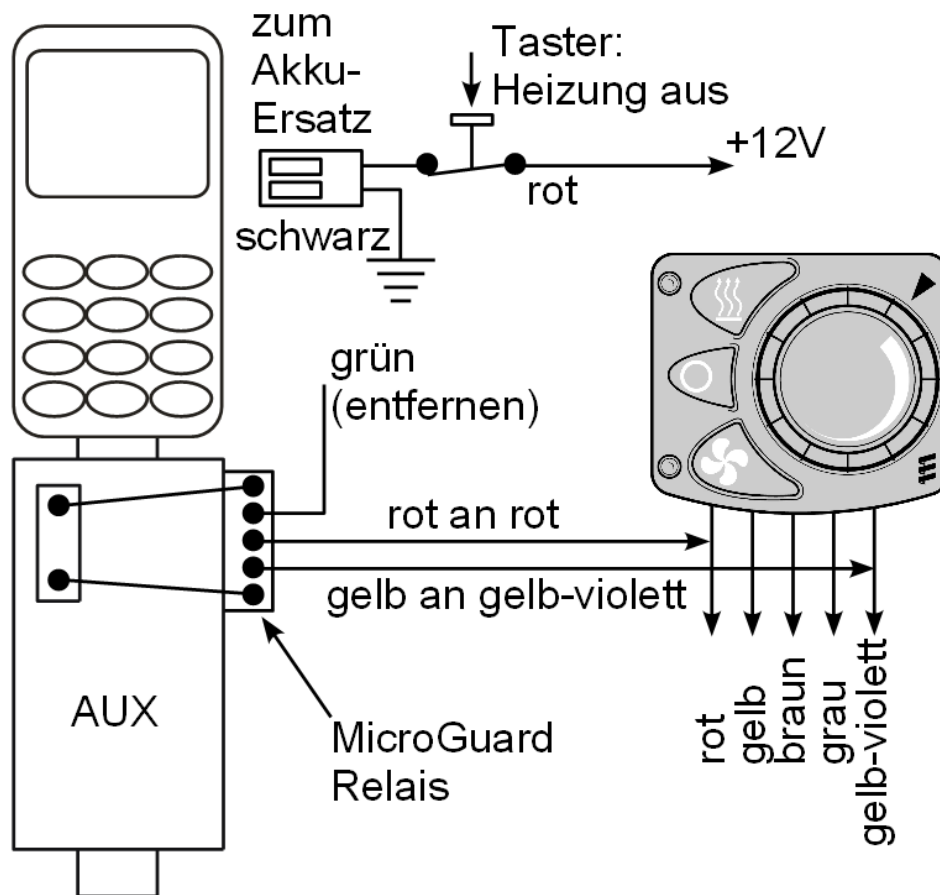

Abbildung 1: Schematische Darstellung des Anschlusses von Steuermodul und Standheizungssteuerung
- Für den gewählten Anschluss über die externe gelb-violette Leitung (Abb. 1), erzeugt unser Modul beim Schaltbefehl per SMS bzw. per Anruf ein zeitliches Signal, das die Heizzeit bestimmt, siehe Details zur Laufzeitsteuerung weiter unten.
Die Steuerleitung wird über das MicroGuard-Relais (siehe Link) an den Signaleingang (gelb-violett) der Mini-Reglers direkt angeschlossen. Regler muss nicht geöffnet werden. Es ist hinreichend die Leitungen gemäß Abb. 1 zu verbinden.